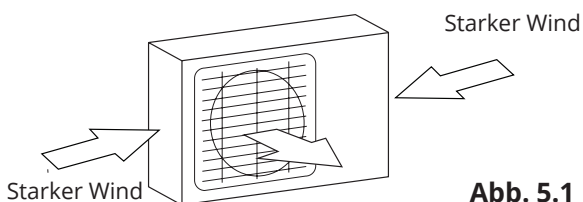

Abb. 5.1
- ☐ Sorgen Sie dafür, dass sich das Gerät möglichst weit entfernt von den Wohnungen der Nachbarn befindet, damit diese nicht vom Lärm des Geräts gestört werden. Wenn der Aufstellplatz starkem Wind ausgesetzt ist, z.B. in Küstennähe, muss das Gerät möglichst nah an der Wandfläche installiert werden, um es vor dem Wind zu schützen. Wenn erforderlich, benutzen Sie eine Markise. (Siehe Abb. 5.1 und 5.2)